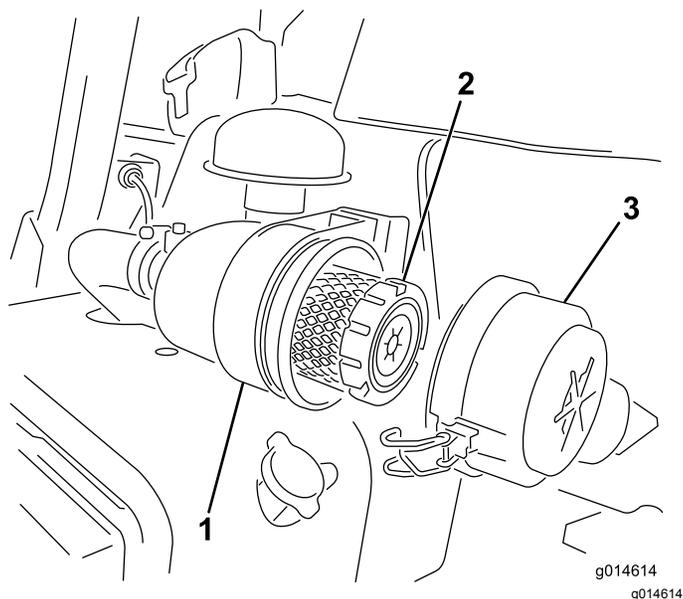

Рисунок 26
1. Отпустите защелки, фиксирующие крышку воздухоочистителя на его корпусе (Рисунок 26).
7. Зафиксируйте защелки (Рисунок 26).